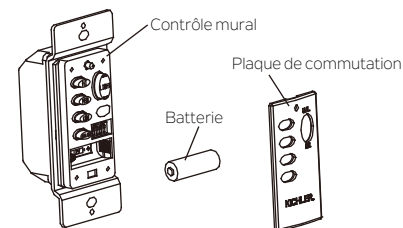

Fig. 14
**Étape 3.** Installer la batterie 23A 12V (incluse) avec le système de contrôle mural et s'assurer qu'elle est correctement installée. Remettre la plaque de commutation en place. (Fig. 14)